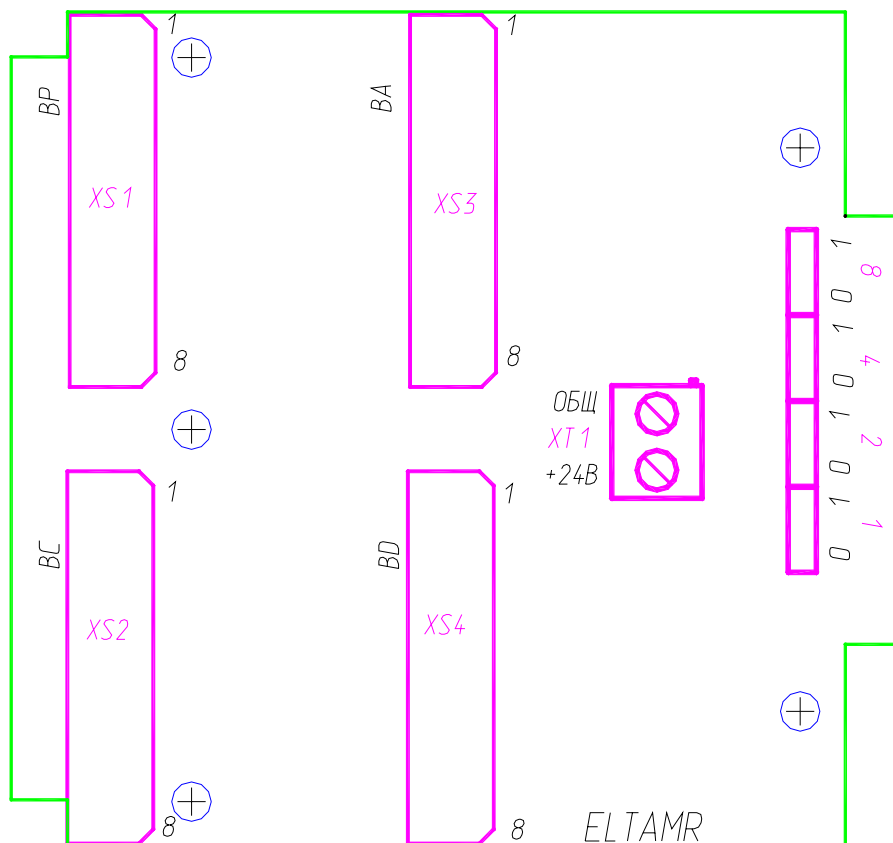

Рис.3 Вид платы АМР.
7.2.1 Открыть крышку АМР, у которого необходимо осуществить диагностику магистрали (вид платы АМР показан на рис.3).